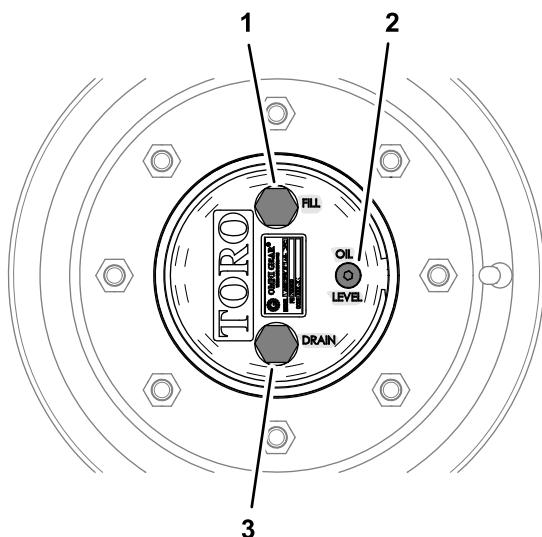

Figura 83
1. Con la macchina su una superficie pianeggiante, posizionate una ruota in modo che il tappo di riempimento si trovi nella posizione superiore (a ore 12) e il tappo di spurgo si trovi alla posizione inferiore (a ore 6) (Figura 83).
1. Con la macchina su una superficie pianeggiante, posizionate una ruota in modo che il tappo di riempimento si trovi nella posizione superiore (a ore 12) e il tappo di spurgo si trovi nella posizione inferiore (a ore 6); fate riferimento alla Figura 83 in Controllo del lubrificante per riduttori planetari \(pagina 68\).